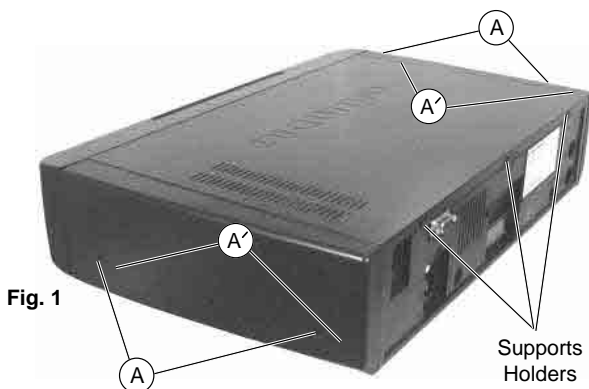

Fig. 1
- Dévisser les 4 vis (A) sur les côtés du boîtier (Fig. 1).
- Dégager l'arrière du couvercle pardessus les 4 fixations (A') (Fig. 1) et pousser celui-ci de 4cm vers l'arrière.
- Undo 4 screws (A) of the side panels if necessary (Fig. 1).
- Undo 4 screws (A') (cabinet top) (Fig. 1).
- Lift the cabinet upper part over the 3 holders (Fig.1) on the back of the cabinet and push the upper part towards the rear by 4cm.